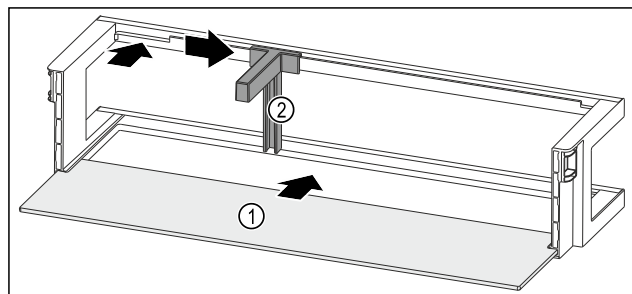

Fig. 125 Balconcino controporta con ripiano
- Inserire il ripiano Fig. 125 (1) negli incavi laterali.
- Inserire il fermabottiglie Fig. 125 (2) nell'incavo.
- Fare scorrere il fermabottiglie Fig. 125 (2) lateralmente alla posizione desiderata.